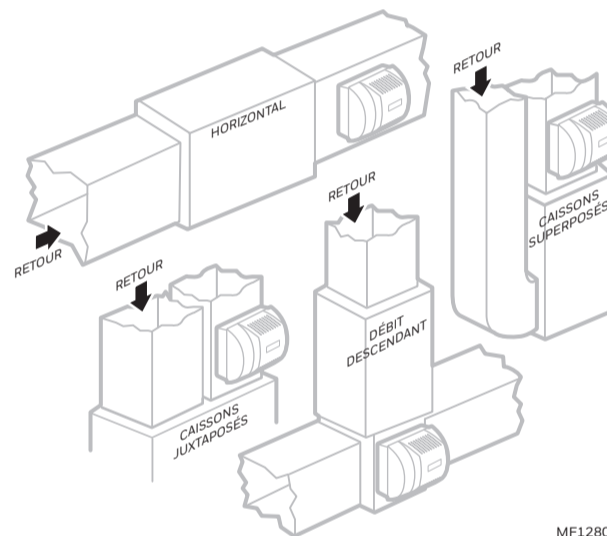

Fig. 1. Emplacements typiques d'installation de l'humidificateur.
1. Déterminez le meilleur emplacement pour l'humidificateur et tracez une ligne de niveau sur le plénum. Reportez-vous aux figures 1 et 2.